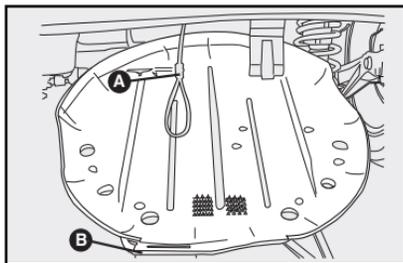

fig. 10
- Desenganche el cable de seguridad **A-fig.10** para permitir el descenso completo del soporte de la rueda de repuesto y que la misma pueda ser sacada al tirar hacia fuera la extremidad de la bandeja corrediza **B-fig.10**.